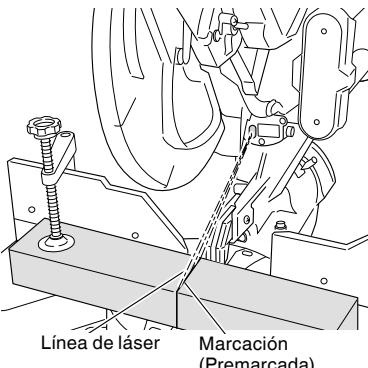

Fig. 21
- (3) Tras ajustar la posición de la línea de láser, trace sobre la pieza de trabajo una línea de tinta en ángulo recto y alinee la línea de tinta con la línea de láser. Cuando alinee la línea de tinta, deslice gradualmente la pieza de trabajo y asegúrela con el tornillo de carpintero en la posición en que la línea de láser coincida con la línea de tinta. Trabaje de nuevo en el ranurado y verifique la posición de la línea de láser. Si desea cambiar la posición de la línea de láser, vuelva a realizar los ajustes desde los pasos (1) a (3).
**NOTA:** Compruebe sobre una base periódica que la posición de la línea de láser sea la correcta. Con respecto al método de verificación, trace una línea de tinta en ángulo recto sobre una pieza de trabajo de aproximadamente  $25/32"$  (20 mm) de alto y  $5-29/32"$  (150 mm) de ancho, y compruebe que la línea de láser coincide con la línea de tinta. [La desviación entre la línea de tinta y la línea de láser debe ser inferior al ancho de la línea de tinta (0.5 mm)]. (Fig. 21)